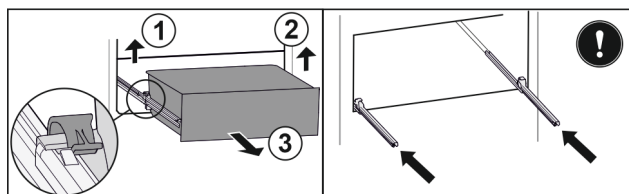

Fig. 30
- ▶ Lyft vänster klämma och dra samtidigt utdragslåda till vänster framåt. Fig. 30 (1)
- ▶ Lyft höger klämma och dra samtidigt utdragslåda till höger framåt. Fig. 30 (2)
- ▶ Ta ut utdragslåda genom att dra den framåt. Fig. 30 (3)